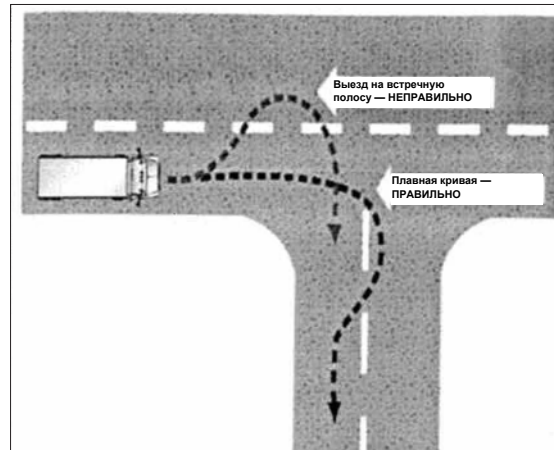

Рисунок 2.13
- Если для выполнения поворота необходимо выехать на встречную полосу, следите за движущимися навстречу автомобилями. Дайте им возможность проехать или остановиться. Также не сдавайте назад, так как это может привести к столкновению с автомобилем, следующим сзади. См. рисунок 2.13.